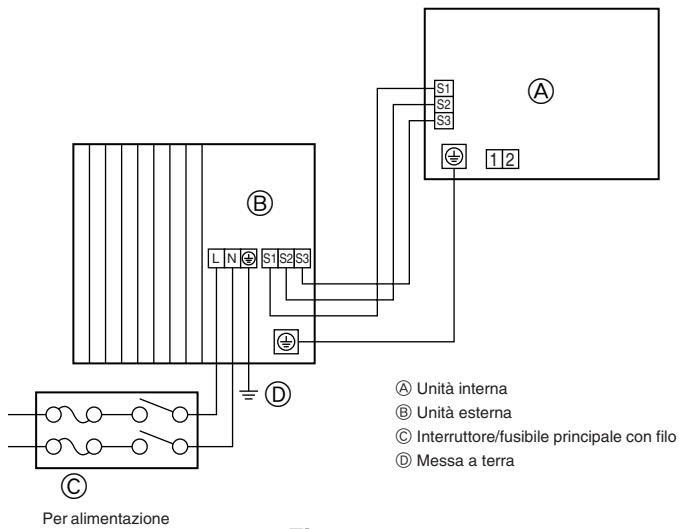
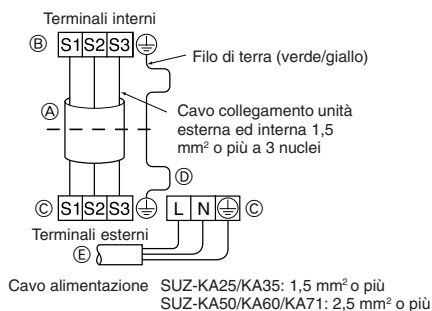
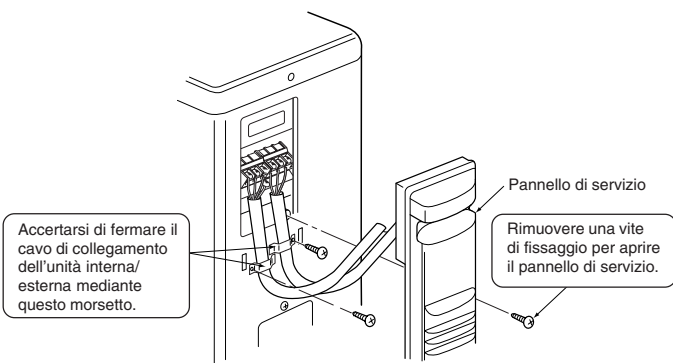
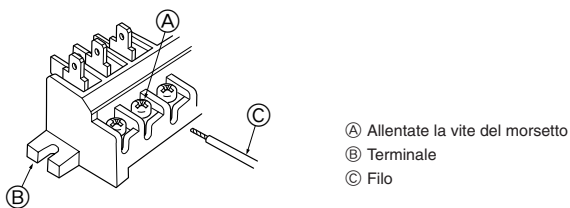

Fig. 6-1
Fig. 6-2
Fig. 6-3
Fig. 6-4
6.1. Unità esterna (Fig. 6-1, Fig. 6-2, Fig. 6-3, Fig. 6-4)
- ① Rimuovere il pannello di servizio.
- ② Collegare i cavi facendo riferimento alla Fig. 6-1, Fig. 6-2, Fig. 6-3 e Fig. 6-4.
- Eseguire i collegamenti elettrici seguendo lo schema ripreso qui sotto a sinistra (Procurarsi il cavo localmente). (Fig. 6-2)
- (A) Cavo di collegamento
- (B) Terminali interna
- (C) Terminali esterna
- (D) Installare sempre un filo di terra più lungo degli altri cavi.
- (E) Cavo di alimentazione
- State attenti a non invertire i fili. (Fig. 6-4)